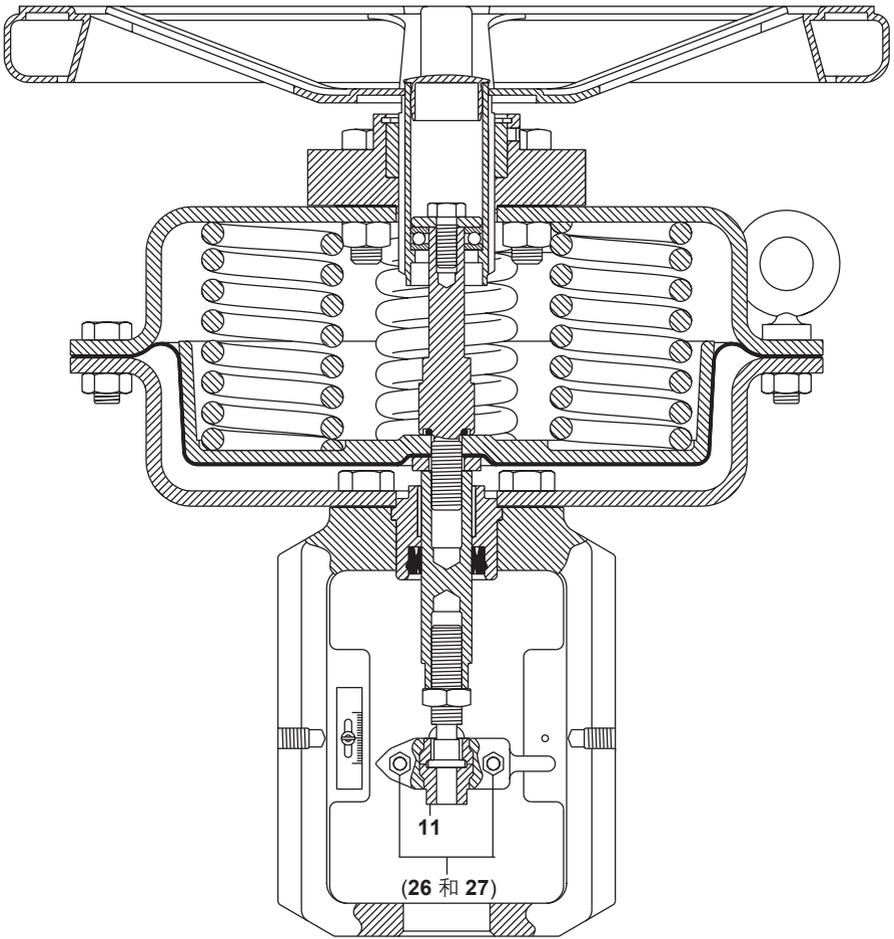

图 9
- 松开夹紧连接件的螺栓和螺母（26和27，见图9），取下阀门适配器（11）。